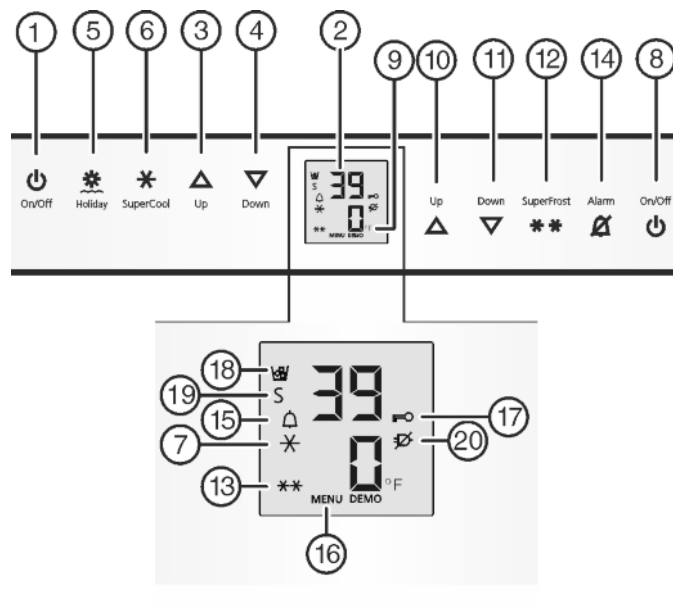

Fig. 3
- ▶ Appuyer sur la touche On/Off du congélateur *Fig. 3 (8)*.
- ▶ Appuyer sur la touche On/Off du réfrigérateur *Fig. 3 (1)*.
- ▷ Les compartiments réfrigérateur et BioFresh sont enclenchés : L'affichage de la température du compartiment réfrigérateur *Fig. 3 (2)* s'allume. L'éclairage intérieur s'allume lorsque la porte du compartiment réfrigérateur est ouverte.
- ▶ Activer le mode de réglage : appuyer sur la touche SuperFrost *Fig. 3 (12)* pendant env. 5 s.
- ▷ Le symbole Menu *Fig. 3 (16)* luit.
- ▶ Régler le nombre de ° avec la touche de réglage Up *Fig. 3 (10)*/Down du congélateur *Fig. 3 (11)*.
- ▶ Confirmer : enfoncer brièvement la touche SuperFrost *Fig. 3 (12)*.
- ▶ Sélectionner l'affichage en °F ou °C avec la touche de réglage Up *Fig. 3 (10)*/Down du congélateur *Fig. 3 (11)*.
- ▶ Quitter le mode de réglage : Appuyer sur la touche On/Off du congélateur *Fig. 3 (8)*.
- ▶ Activer le mode de réglage : appuyer env. 5 sec. sur la touche SuperFrost *Fig. 3 (12)*.
- ▷ Le symbole Menu *Fig. 3 (16)* est allumé.
- ▶ A l'aide de la touche de réglage Up du compartiment congélateur *Fig. 3 (10)* ou de la touche de réglage Down du compartiment congélateur *Fig. 3 (11)*, sélectionner **c**.
- ▶ Confirmer : appuyer brièvement sur la touche SuperFrost *Fig. 3 (12)*.
- ▶ Appuyer brièvement sur la touche SuperFrost *Fig. 3 (12)* pour activer la sécurité enfants.
- ▷ Le symbole Sécurité enfants *Fig. 3 (17)* est allumé. L'affichage **c** clignote.
- ▶ appuyer brièvement sur la touche SuperFrost *Fig. 3 (12)* pour désactiver la sécurité enfants.
- ▷ Le symbole Sécurité enfants *Fig. 3 (17)* s'éteint. L'affichage **c** clignote.
- ▶ Désactiver le mode de réglage : appuyer sur la touche On/Off du congélateur *Fig. 3 (8)*.
- ▶ Appuyer sur la touche Alarme *Fig. 3 (14)*.
L'affichage de la température clignote en même temps que le symbole Alarme *Fig. 3 (15)*.